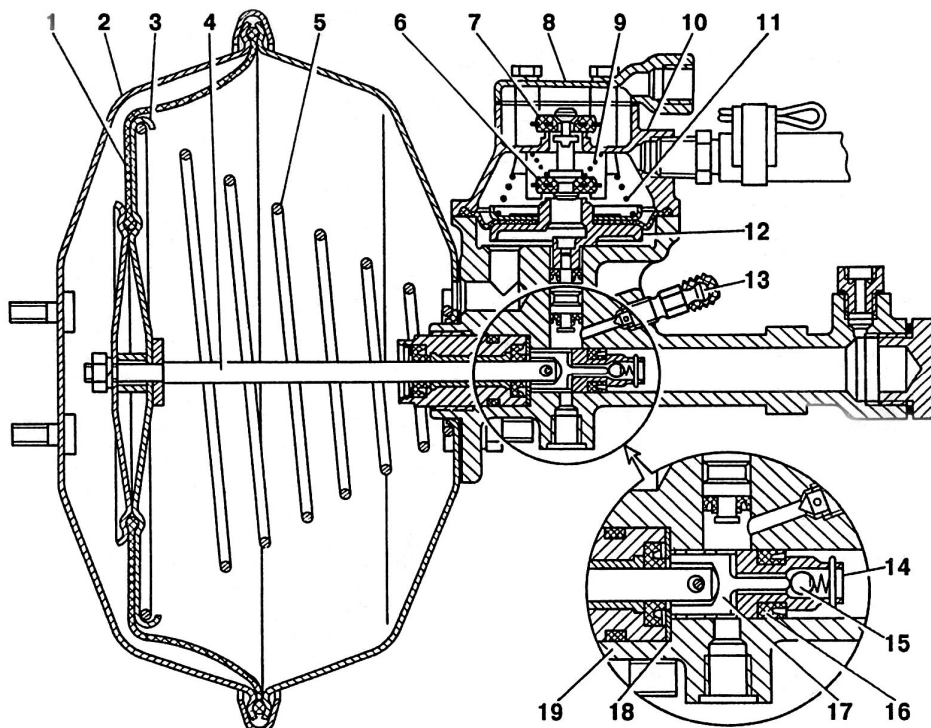

Рис. 6.32 Гидروвакуумный усилитель
Контуров главного тормозного цилиндра трубопроводами связаны с гидровакуумными усилителями, которые в свою очередь через систему тормозных трубок и шлангов соединяются с рабочими колёсными тормозными механизмами. На ВТС устанавливаются два идентичных гидровакуумных усилителя (см. рис. 6.32), каждый из которых действует только в своем контуре.
**ВНИМАНИЕ!** При замене главного тормозного цилиндра, для обеспечения его совместной работы с дисковыми тормозами, необходимо удалить из него клапана избыточного давления (см. поз. 23 рис. 6.32).